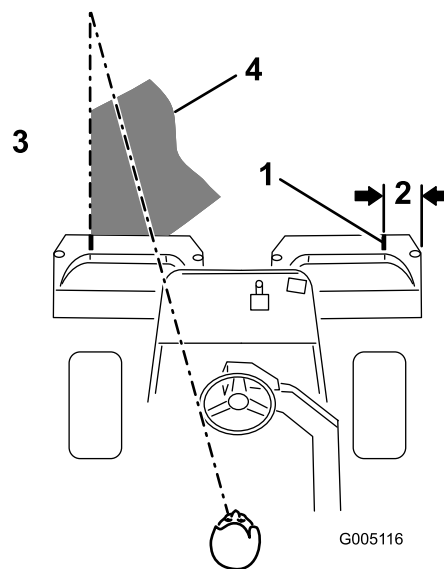

图 28
**注意** 为了保持以直线方式穿过果岭、并使得机器与此前剪草的边缘保持等距请在机器前到果岭未剪部分的边缘想象一条长约 1.83m 的视线图 28。包括将方向盘的外缘看作视线的一部分即让方向盘边缘对准与机器前面始终保持等距的某个点。